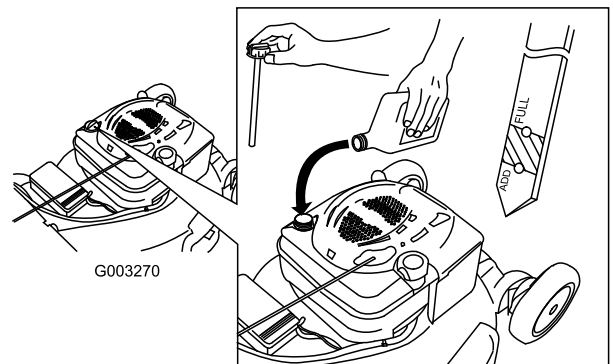

Bild 9
1. Ziehen Sie den Peilstab heraus (Bild 9).
2. Füllen Sie das Öl **langsam** in den Einfüllstutzen ein, um den Ölstand auf die Voll-Marke am Peilstab anzuheben (Bild 9). **Füllen Sie nicht zu viel ein.** (Max. Füllstand: 0,59 l des Typs: Waschaktives SAE 30W-Öl mit der Klassifizierung SF, SG, SH, SJ, SL oder höher durch das American Petroleum Institute (API).)